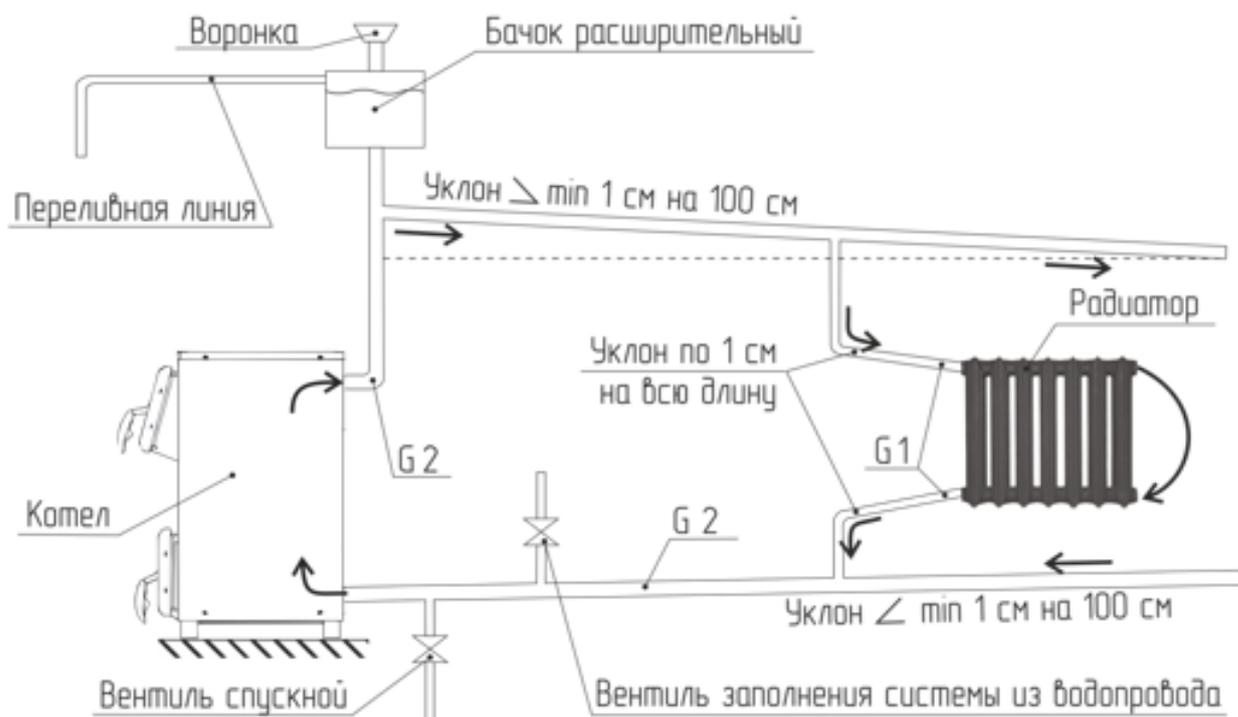

Рис. 12 – Система отопления открытого типа
8.15. Расширительный бак (см. рис. 12) устанавливается в наивысшей точке системы. Он должен иметь постоянно открытое заливное отверстие в верхней части и переливную линию на верхней боковой поверхности, для слива излишней воды из системы в канализацию.